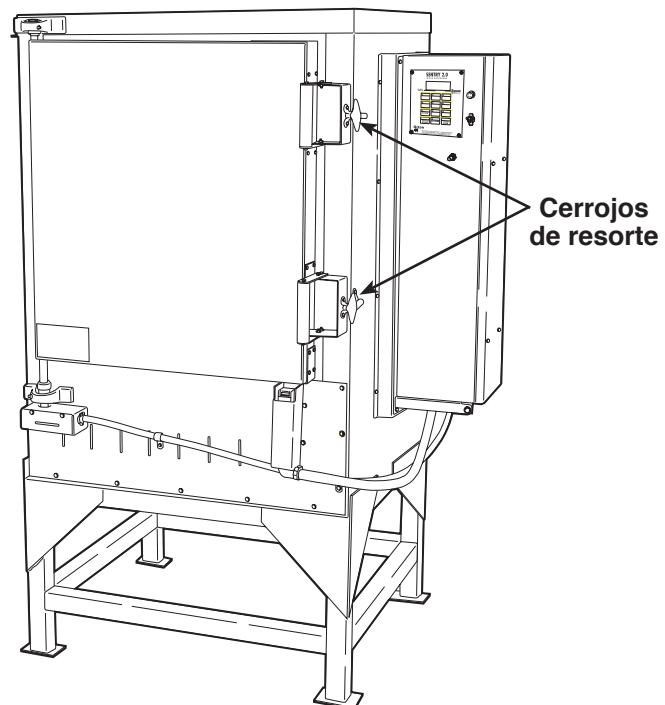

Figura 1
2. Libere los cerrojos de resorte en la puerta de la recamara (consulte la Figura 1), y quite los materiales de embalaje del interior de la cámara.